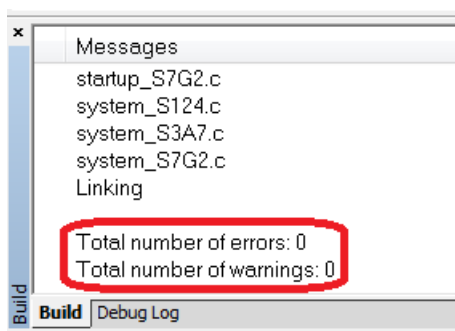

図 1.12 エラーのないビルド
2. 正常にビルドされると、図 1.12 のような画面になります。